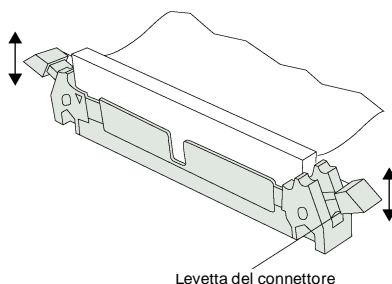

Figura 4-13 Dettaglio del connettore del cavo piatto
5. Staccare il cavo UIB dal connettore della scheda di interfaccia utente e mettere da parte il cavo. Spingere verso l'esterno le levette laterali del connettore (vedere Figura 4-13), quindi staccare il connettore. Non tirare il cavo.